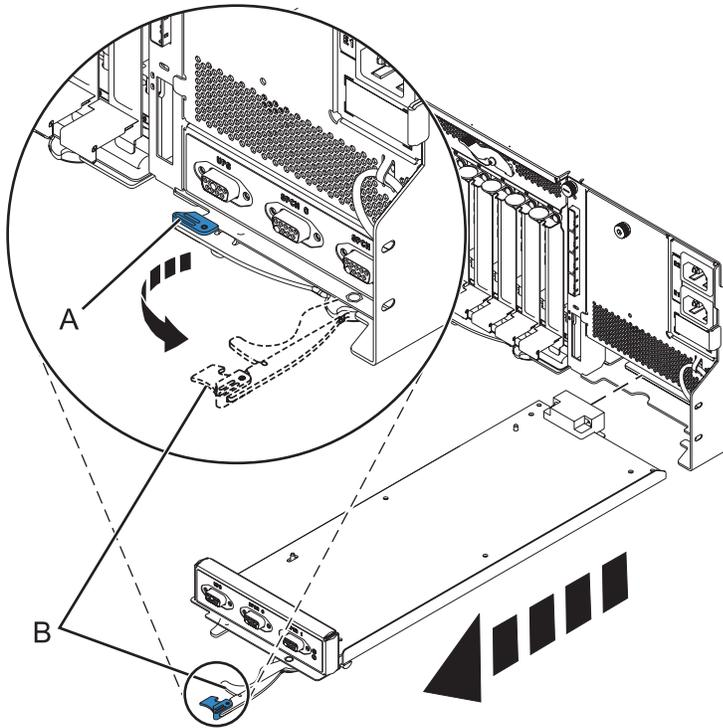

Figura 97. Extracción del controlador de gestión de alojamientos
- b. Apriete con ambos dedos el mecanismo de cierre (A) para desbloquear el asa (B). Consulte Figura 97 en la página 139.